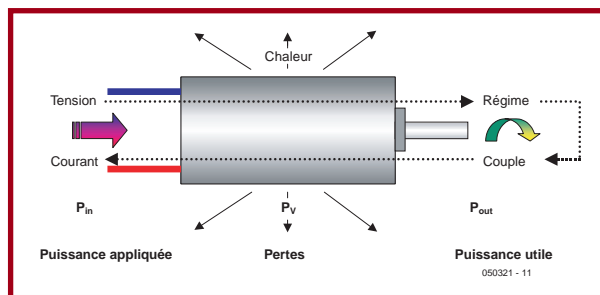

Figure 1.
Le moteur électrique est un convertisseur qui transforme le produit de la tension (U) et du courant (I), la puissance électrique (P_{in}), en puissance mécanique (P_{out}). Celle-ci s'exprime aussi par le produit du nombre de tours (n) et du couple (M). Le rendement (η) s'exprime par le rapport entre la puissance de sortie et la puissance d'entrée. La différence entre la puissance de sortie et la puissance d'entrée donne la puissance dissipée (**figure 1**) qui ne s'annihile pas simplement mais est convertie en chaleur. La chaleur dissipée élève la température interne du moteur, ce qui dégrade le rendement (par augmentation de la résistance du cuivre) jusqu'à la destruction thermique par surcharge. Cela peut déjà se produire à 120...150°C avec des matériaux magnétiques sensibles à la température. Un bon rendement est fondamental pour améliorer la « conversion alimentaire » d'un moteur électrique, mais surtout pour accroître sa durée de vie. La différence entre les valeurs du rendement de 80% et de 90% de deux moteurs de même taille vaut « seulement » 10%, mais la différence de puissance dissipée atteint 50%. La puissance maximale pouvant être absorbée par un moteur électrique dépend donc de façon cruciale de son rendement. On pourrait bien entendu recourir aux méthodes de refroidissement forcé, par exemple à un ventilateur incorporé. Or ces unités supplémentaires, en plus de compliquer le moteur, consomment aussi de l'énergie, particulièrement avec une faible charge, lorsque le nombre de tours est élevé, bref lorsque cela est inutile. Ne perdons toutefois pas de vue les avantages : un nombre de tours élevé (> 50 000 tr/mn) ne constitue plus un